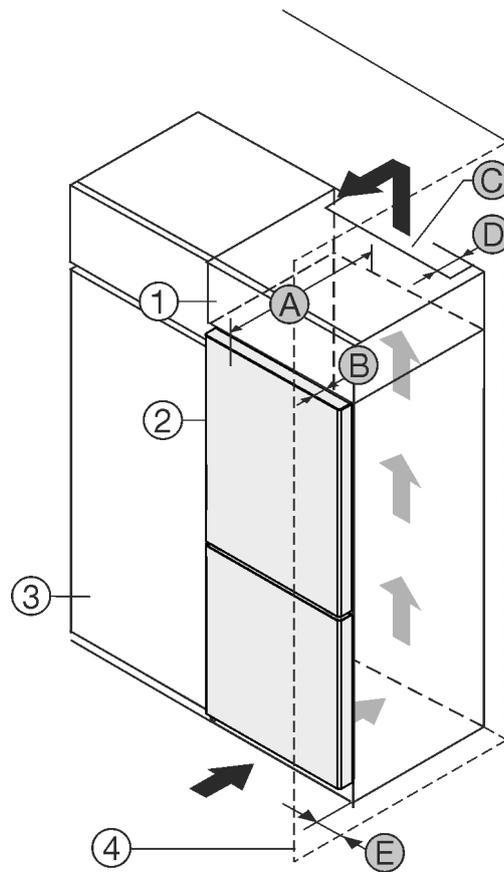

Fig. 1
- (1) Nadstavná skrinka
- (2) Zariadenie
- (3) Kuchynská skriňa
- (4) Stena
- (5) Hĺbka zariadenia
- (6) Hĺbka dverí
- (7) Prierez vetracieho otvoru
- (8) Vzďialenosť zadnej strany zariadenia
- (9) Vzďialenosť od boku zariadenia
Zariadenie môžete inštalovať priamo vedľa kuchynskej skrine Fig. 1 (3).
Na zadnej strane nadstavnej skrine musí byť vetracia šachta s hĺbkou Fig. 1 (D) cez celú šírku nadstavnej skrine.
Pod stropom miestnosti sa musí dodržať prierez vetracieho otvoru Fig. 1 (C).
Ak zariadenie nainštalujete so závesmi vedľa steny Fig. 1 (4), tak vzdialenosť medzi zariadením a stenou musí byť minimálne 13 mm.
Ak zariadenie nainštalujete so závesmi vedľa steny Fig. 1 (4), tak vzdialenosť medzi zariadením a stenou musí byť minimálne 20 mm.
Aby ste mohli dvere úplne otvoriť, zariadenie musí vyčnievať o hĺbku dverí Fig. 1 (B) prednej časti kuchynskej skrine. V závislosti od hĺbky kuchynských skrií Fig. 1 (3) a použitia dištančných držiakov na stenu môže zariadenie prečnievať ešte viac.